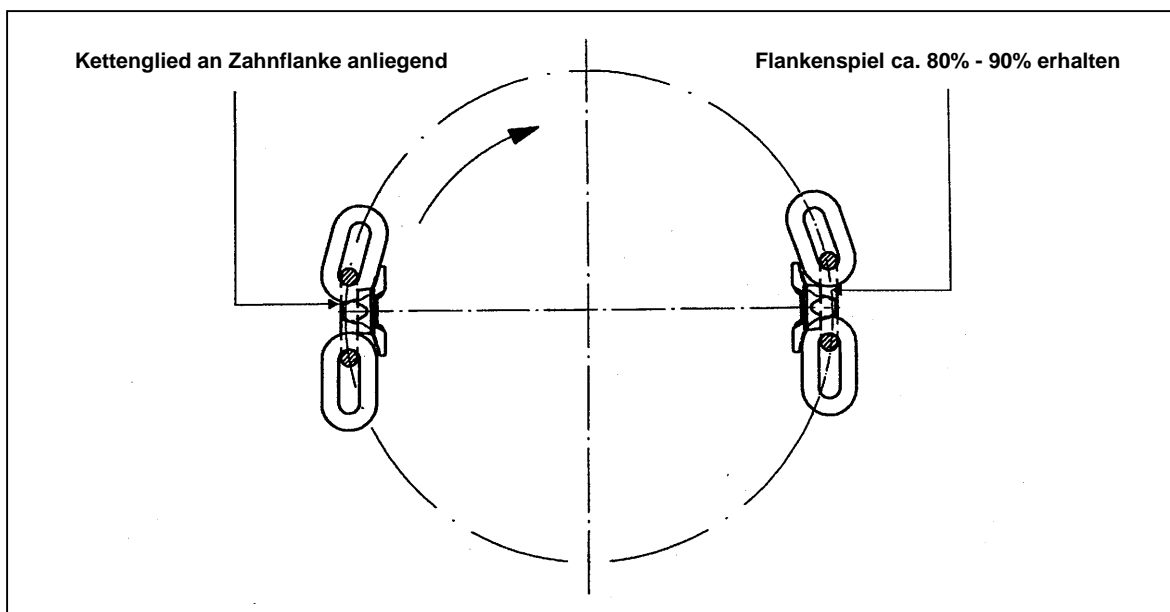

Bild 4
6.2 Bei theoretischer Nennlänge der Kette (Bild 4)